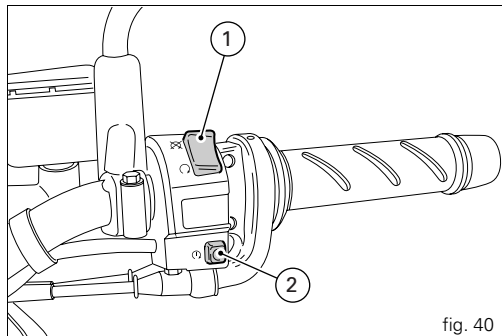

fig. 40
- 2) Accertarsi che l'interruttore d'arresto (1, fig. 40) sia nella posizione  (**RUN**), premere quindi il pulsante avviamento (2).